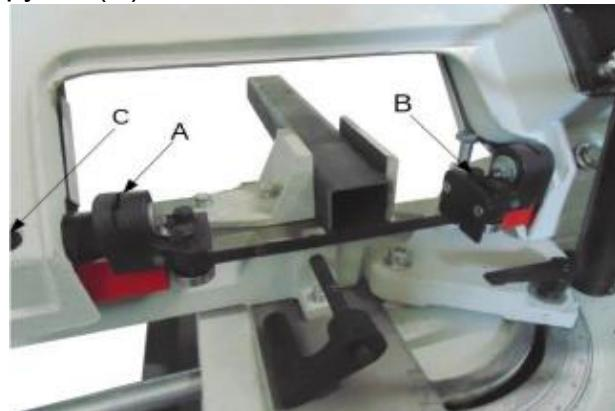

Рис. 12
2. Левый и правый направляющие кронштейны (A и B на рис. 12) можно отрегулировать, отвинтив две фиксирующие ручки (C) и передвинув кронштейны так, чтобы они соответствовали ширине элемента. Направляющие кронштейны A и B должны быть как можно ближе к заготовке, не касаясь ни её, ни стола. После регулировки затяните ручки (C).